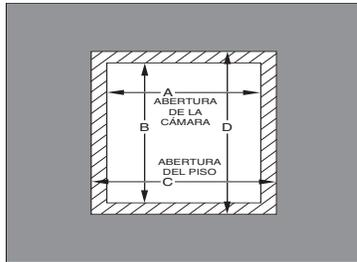

Fig. 10 – Dimensiones de las aperturas del piso y la cámara ^{A96283SP}
2. Realice un orificio en el piso. (Consulte Tabla 3 y Fig. 10).
3. Construya el pleno según las dimensiones especificadas. (Consulte Tabla 3 y Fig. 10).